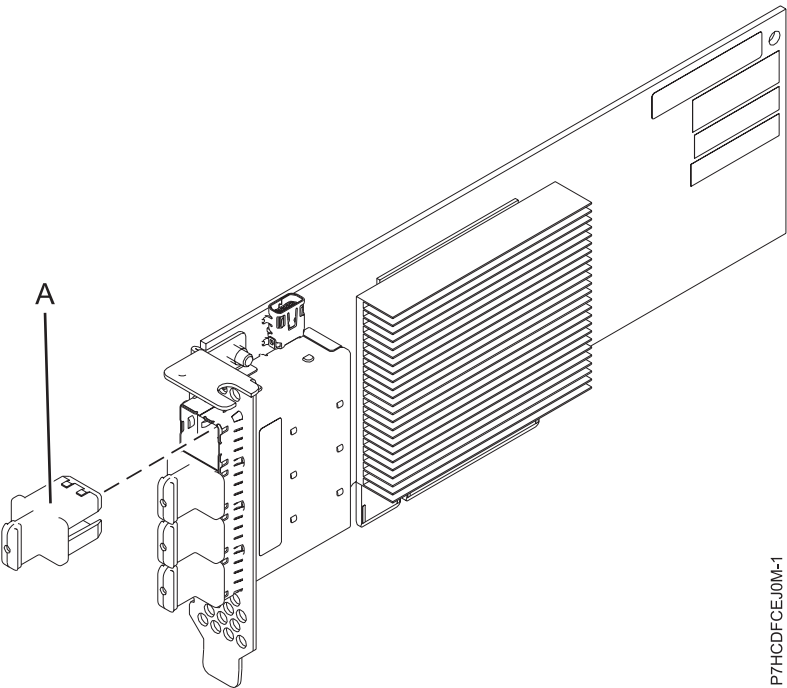

Figura 29. Adaptador PCIe3 de puerto SAS x8 de altura reducida y cuatro puertos
El adaptador PCIe3 de puerto SAS de altura reducida y cuatro puertos es un adaptador PCI Express (PCIe) de generación 3, de altura reducida y factor de formato corto. El adaptador se utiliza en aplicaciones SAS (SCSI con conexión en serie) de alto rendimiento y alta densidad. Permite la conexión de unidades de DVD o de cinta SAS mediante cuatro miniconectores SAS de alta densidad (HD) x4 que permiten utilizar enlaces físicos en diversas configuraciones de puerto estrecho y ancho. La conexión de unidades de cinta SAS sólo está soportada en una configuración con un solo adaptador y no se puede combinar con discos SAS en el mismo adaptador. El adaptador no tiene memoria caché de escritura. La Figura 29 muestra el adaptador PCIe3 de puerto SAS de altura reducida y cuatro puertos.
La Figura 29 muestra el adaptador.El conector (A) está instalado en un puerto vacío y evita daños en dicho puerto cuando se conecta o retira un cable de los conectores de puerto adyacentes.